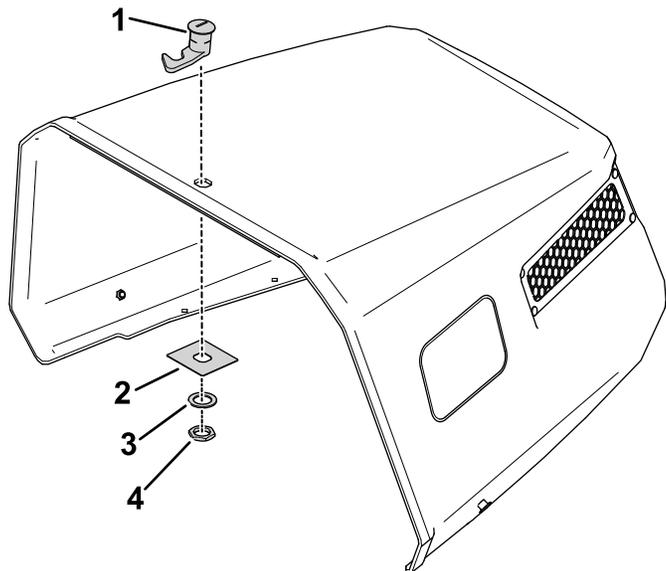

**Figura 51**
2. Utilizzando la staffa del fermo come modello, segna la posizione e pratica 2 fori (punta da  $\frac{3}{16}$ "") in un'area centrale del coperchio delle batterie (Figura 51).